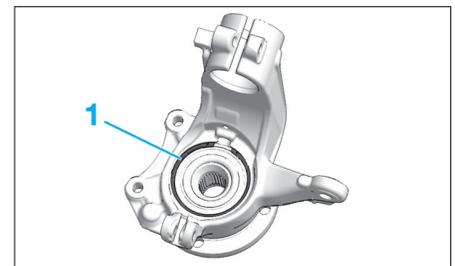

Fig. 31
- Sur étau équipé de mordache, poser le pivot et extraire le circlips (1) (Fig.31).